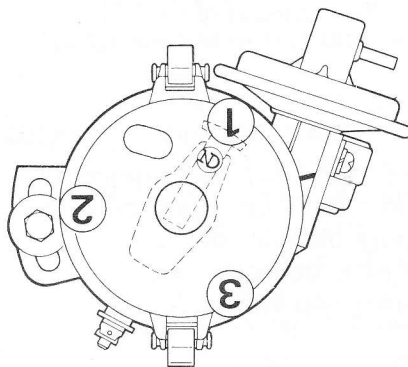

Abb. 9-18-1
3) Den Verteiler so in das Verteilergehäuse einsetzen, daß die Mitte ⑤ des Verteilerflansches mit dem Verteilerbefestigungsschraubenloch ⑥ im Verteilerantriebsgehäuse zusammenfällt. Wenn der Verteiler vollständig eingesetzt wird, ist die Position des Verteilerrotors wie in Abb. 9-18-1 gezeigt. Den Verteiler vorsichtig befestigen, indem die Befestigungsschraube mit den Fingern angezogen wird, und den Zündzeitpunkt einstellen.